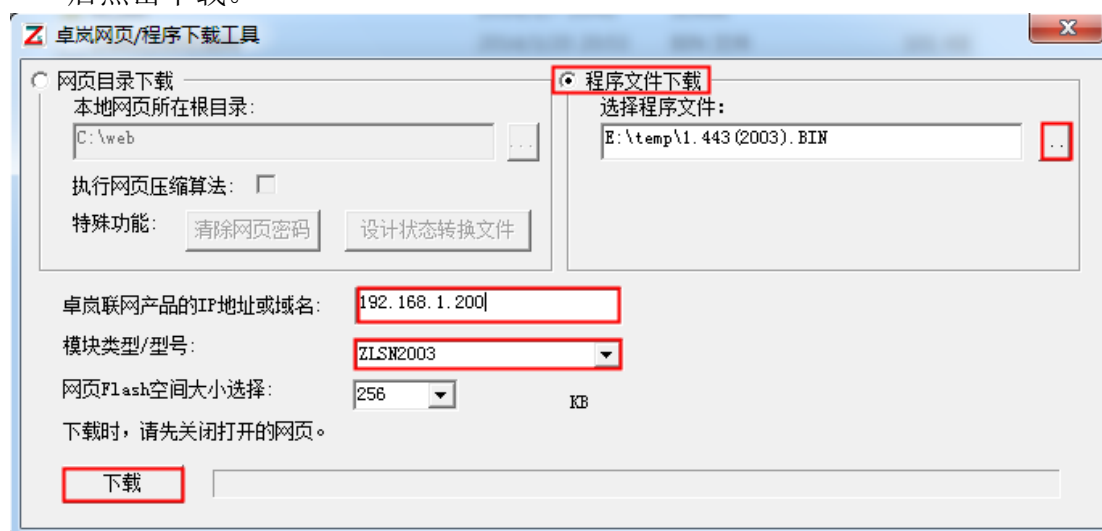

图 7 ZLSN2003 固件升级方法
- 3 如图 7 所示，选择“程序文件下载”单选项。在程序文件中，选择 Firmware 文件。输入 ZLSN2003 设备的 IP 地址，模块类型/型号选择 ZLSN2003。然
- 7 固件升级后模块内部的配置网页也需要更新，否则无法再通过 Web 配置。下载 Web 的方法是：如图 7 所示，将“程序文件”下载模式改为“网页目录下载”。并且选择本地网页所在根目录为需要下载的网页文件所在目录（该目录可以从卓岚获得），点击下载，将本地网页目录下的所有文件下载到 ZLSN2003 设备内部的文件系统上。